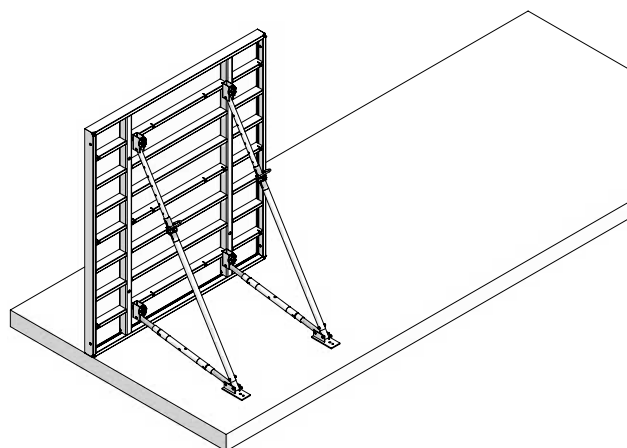

Fig. 70.1
2. Positionner le premier panneau et le fixer au sol ou sur un lest béton à l'aide de 2 étais combinés afin de prévenir tout risque de renversement (Fig. 70.1). La platine de pied doit être ancrée solidement dans le sol ou sur un lest béton – au sol à l'aide de 2 piquets, dans le béton à l'aide de 2 goujons pour charges lourdes.